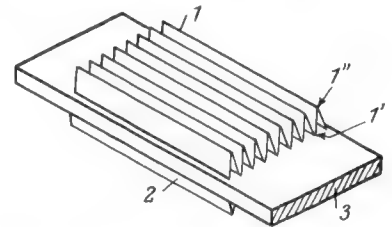

Bild 4. Kondensator mit gefalteten Folien
*Bild 4* zeigt vereinfacht einen Durchführungs-Faltkondensator (schweizerische Patentschrift 207 267, deutsche Patentschrift 898 016). Die beiden durch das Dielektrikum getrennten Belegungsfolien werden nicht aufgerollt, sondern mäanderförmig gefaltet. Zwei solcher Kondensatorpakete, 1 und 2, werden symmetrisch um den Durchführungsleiter angeordnet, der hier als flacher Streifen 3 ausgebildet ist, so daß sich die Faltenbrüche in Richtung des Durchführungsleiters erstrecken und die Falten auf den Durchführungsleiter gerichtet sind. Ein solcher Faltdurchführungskondensator zeigt einmal eine günstige Raumausnutzung, und es fehlen ihm vor allen Dingen die bei Wickelkondensatoren so sehr störenden Eigenresonanzen im Gebiet zwischen 5 und 20 MHz. Das ist dadurch zu erklären, daß die durch das pulsierende Magnetfeld längs der Oberfläche der Belegung induzierten EMKK sich nicht wie beim Wickel addieren, sondern auf jeder Falte kompensieren. Der Anschluß der Belegung erfolgt wieder durch Verlöten der auf jeder Seite überstehenden Belegungen und Verbinden mit dem Durchführungsleiter bzw. mit dem nicht dargestellten, mit Masse verbundenen Gehäuse. Der Faltdkondensator hat aber noch den weiteren Vorteil, daß an den dem Durchführungsleiter zu- bzw. von ihm abgekehrten Längsseiten (1' bzw. 1'') des Kondensatorpakets verschiedene Belegungen außen liegen und zum Anschluß dienen können; die Belegungen brauchen also nicht mehr an gegenüberliegenden Querseiten überzustehen.